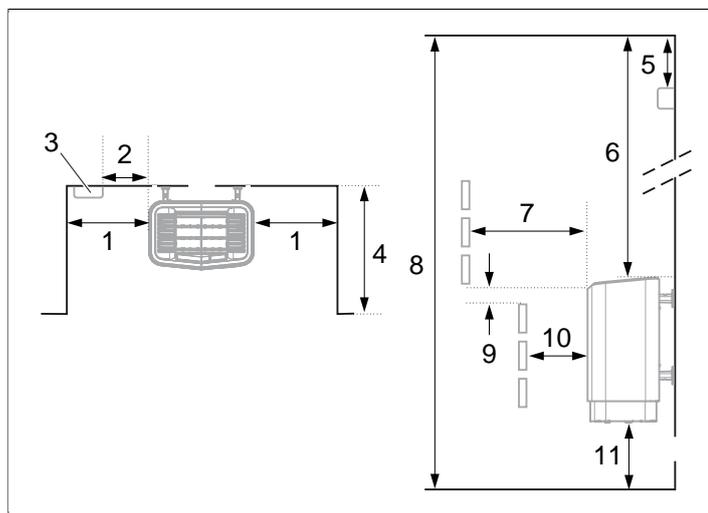

Рисунок 5: Размещение каменки – установка в нише
- У той же стены что и дверь (только в исключительном случае у боковой стены, но тогда как можно ближе к дверному проему). Возможно размещение каменки в нише (см. **Рисунок 5**, страница 3).
1. Установите устройство на безопасном расстоянии от пола, боковых стен и элементов интерьера (см. **Рисунок 5**, страница 3).
2. Установите датчик, как показано на рисунке (см. **Рисунок 5**, страница 3).